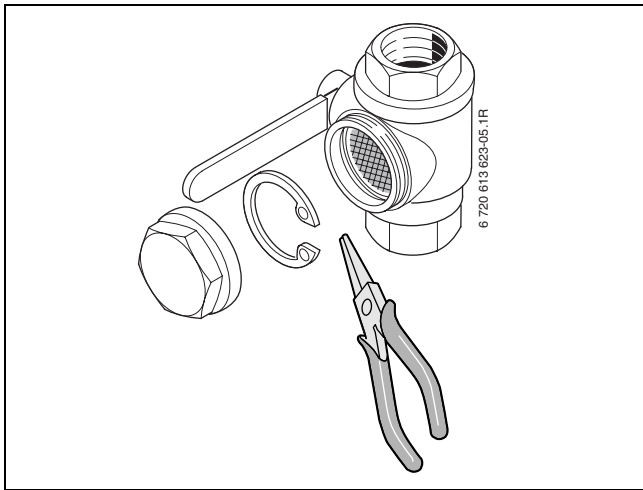

Bild 27
- ▶ Lossa låsringen som håller fast silen i ventilen. Använd den medföljande låsringstången. (→ Bild 27)